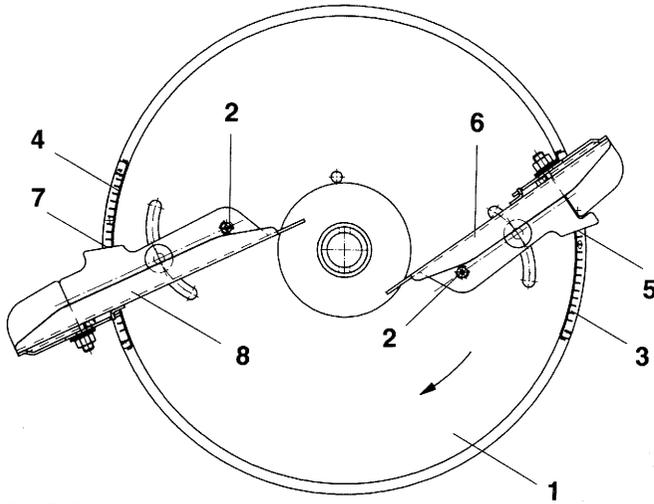

Fig. 7.10
- Ablesekante (Fig. 7.10/5) der kurzen Schaufel (Fig. 7.10/6) auf Wert "8" von Skala (Fig.7.10/3) schwenken und Flügelmutter wieder fest anziehen.
- Ablesekante (Fig. 7.10/7) der langen Schaufel (Fig. 7.10/8) auf Wert "41" von Skala (Fig. 7.10/4) schwenken und Flügelmutter wieder fest anziehen.